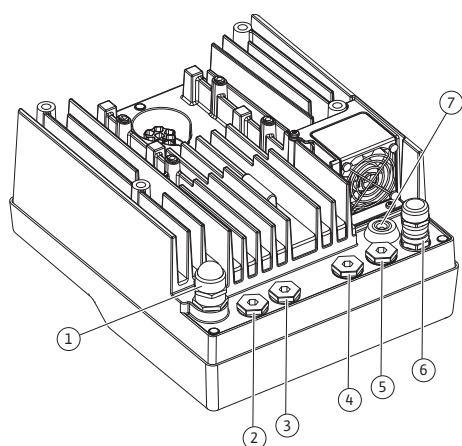

Fig. 18: Kabelschroefverbindingen/kabeldoorgangen
4. Leid de aansluitkabel door de kabelschroefverbinding M25 (Fig. 18, pos. 1). Draai de kabelschroefverbinding met het voorgeschreven draaimoment vast.